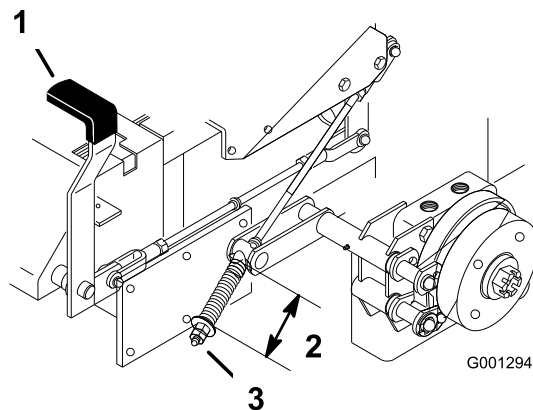

Bild 66
2. Messen Sie die Länge der Feder. Der Abstand zwischen den Scheiben sollte 64 mm betragen (Bild 66).
3. Falls Sie eine Einstellung vornehmen müssen, lösen Sie die Feststellbremse, lockern die Klemmmutter unter der Feder und stellen die Mutter direkt unter der Feder ein (Bild 66). Drehen Sie die Mutter, bis Sie den korrekten Messwert erhalten. Drehen Sie die Mutter nach rechts, um die Federlänge zu verkürzen und nach links, um die Federlänge zu erhöhen.